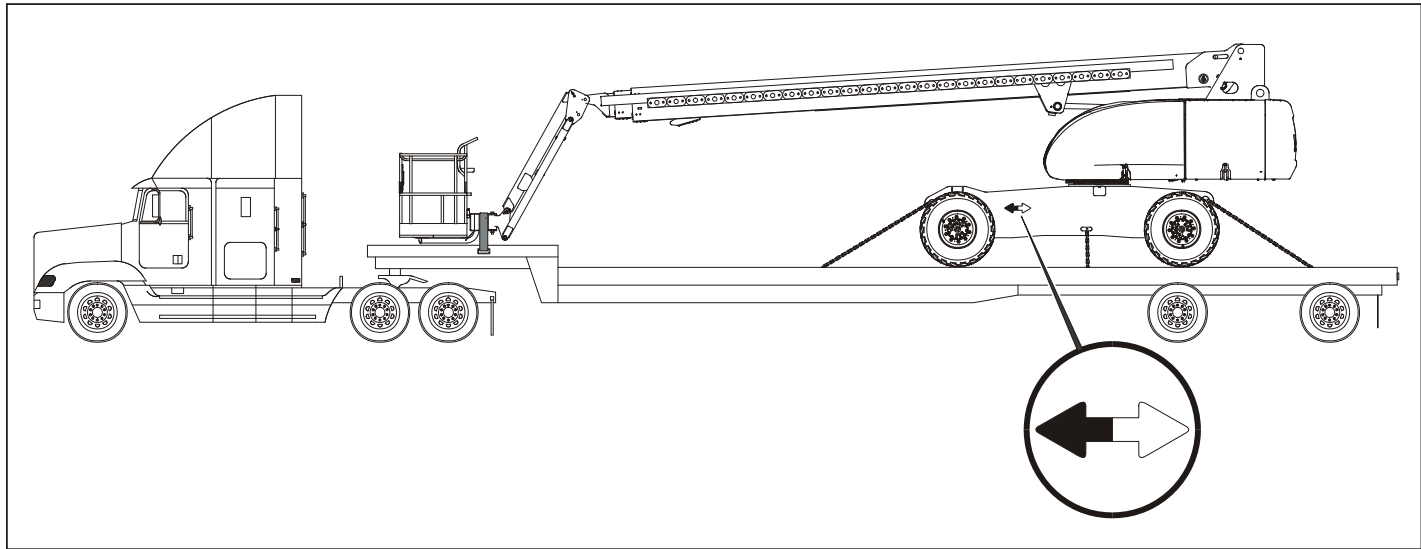

Figura 4-5. Transporte típico de 800S/860SJ
- c. Conducir hacia el remolque con la pluma y la plataforma colocadas hacia el camión. Consultar la Figura 4-5., Transporte típico de 800S/860SJ.